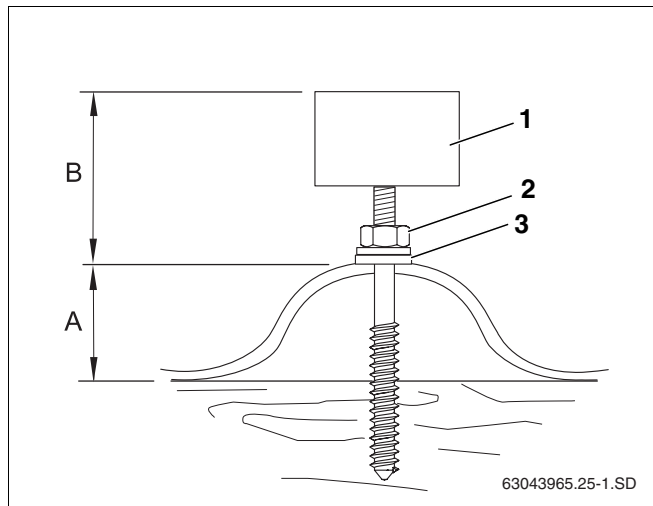

Рис. 24 Шпилька, установленная на крыше с покрытием волнистыми листами
Размер В (таб. 7 и рис. 24) должен быть одинаковым для всех шпилек.
- Закрутить гайку (рис. 24, поз. 2) до полного прилегания к крыше уплотняющей шайбы (рис. 24, поз. 3).